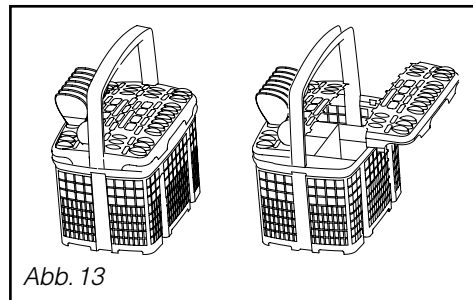

Abb. 13
**Abnehmbare Gitter stehen Ihnen zur Verfügung, wenn das Besteck geordnet eingelegt werden soll.** (Abb. 13)